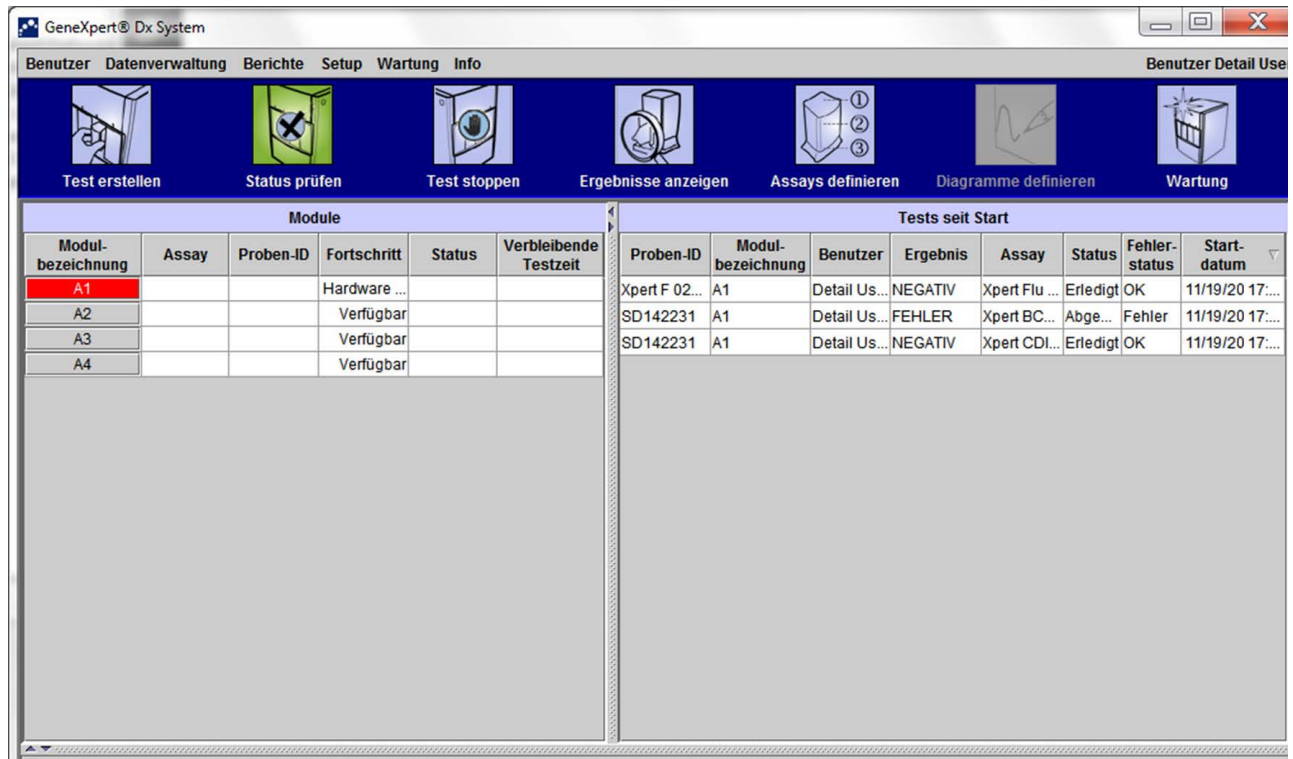

Abbildung 9-40. GeneXpert Dx System – Fenster „Status prüfen“
- **Abschnitt 9.19.2.5, Nachanalysefehler** – Fehler, die während der Datenreduktion auftreten. Sie können alle Fehler im Fenster „Status prüfen“ anzeigen lassen (vgl. Abbildung 9-40). Einzelheiten zu testspezifischen Fehlern werden auch im Fenster „Ergebnisse anzeigen“ auf der Registerkarte **Fehler** angezeigt (vgl. Abbildung 9-41).
Tabelle 9-5 listet die Fehler auf, die beim Laden der Kartuschen auftreten können. Fehlermeldungen beim Laden der Kartuschen werden im Fenster „Status prüfen“ angezeigt. Siehe Abbildung 9-40.
Tabelle 9-6 listet die Fehlermeldungen auf, die während eines Selbsttests auftreten können. Fehlermeldungen zum Selbsttest werden im Fenster „Status prüfen“ angezeigt. Siehe Abbildung 9-40. Wenn Sie den Technischer Kundendienst von Cepheid verständigen müssen, finden Sie die Kontaktinformationen im Abschnitt Technische Unterstützung im Vorwort.